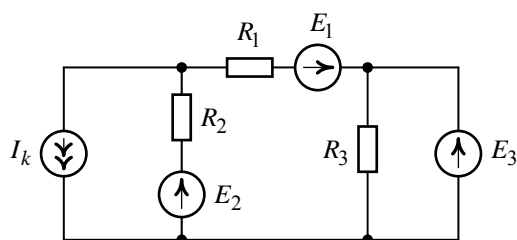

Рис. 8.1
Для цепи (рис. 8.1) требуется определить режим работы каждого источника и установить баланс мощностей, если $E_1 = 24 \text{ В}$, $E_2 = 142 \text{ В}$, $E_3 = 12 \text{ В}$, $I_k = 0,4 \text{ А}$, $R_1 = 30 \text{ Ом}$, $R_2 = 20 \text{ Ом}$, $R_3 = 10 \text{ Ом}$.
1. Выполним расчет токов в ветвях схемы по методу узловых потенциалов. Схема (рис. 8.1) содержит пять ветвей ($m_b = 5$), из которых четыре с неизвестными токами, три узла ($n_y = 3$) и одна ветвь с нулевым сопротивлением, содержащая источник ЭДС – E_3 ($n_n = 1$).